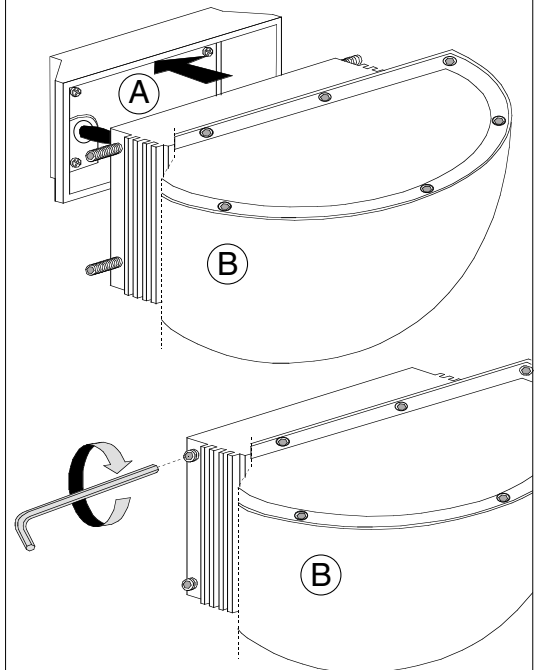

FIG.3
- Infilare l'apparecchio sulla piastra **A** e fissarlo bloccando i rispettivi 4 grani. **FIG.3**
- Put the unit in and secure it on the plate **A** through the 4 grains. **FIG.3**
- Befestigen das Gerät auf der Platte und block ihrer 4 Körner. **ABB.3**
- Mettre l'appareil et le fixer sur la plaque **A** par les 4 grains. **FIG.3**
- Coloque la unidad y fíjela en la placa **A**, bloqueando los cuatro granos. **FIG.3**